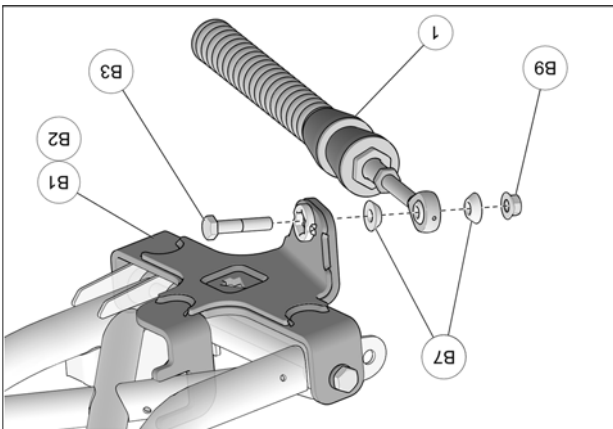

Fig. 10
10. Fixer le bras stabilisateur (1) à l'ancrage de suspension (B1-B2) à l'aide du boulon (B3), des espaceurs coniques (B7), et de l'écrou autobloquant (B9). Serrer à un couple de 70 N•m [52 lb•pi]. Voir la Fig. 10